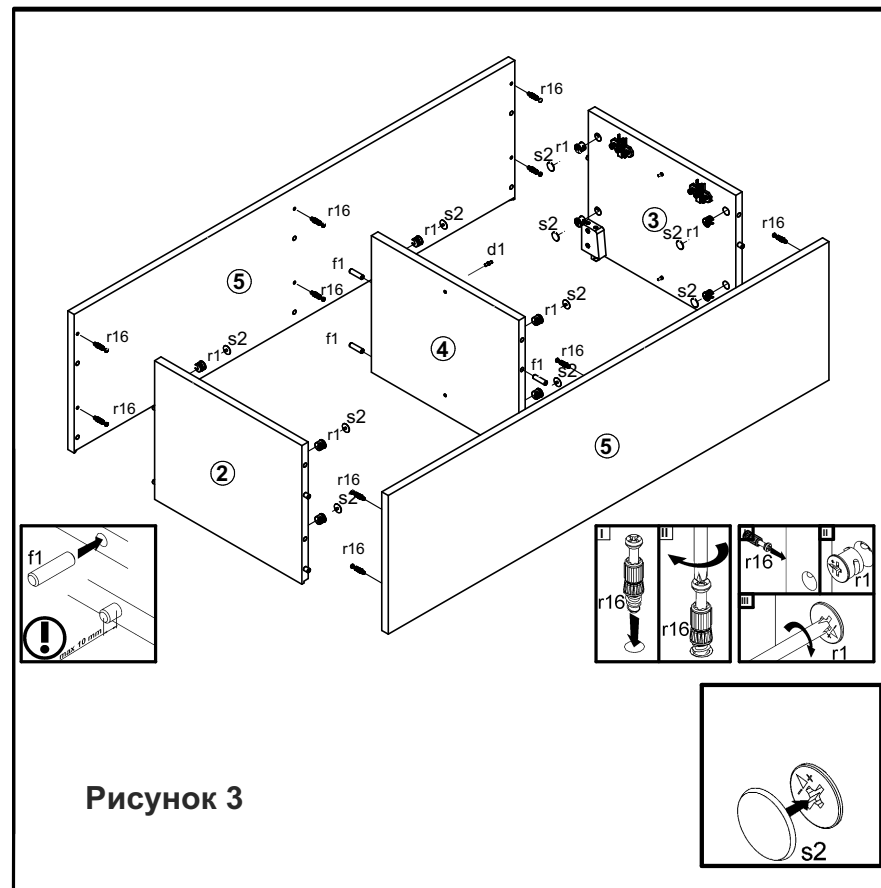

Рисунок 3
6. В отверстия $\varnothing 5$ мм на внутренних поверхностях щитов 5 вкрутить винты стяжки r16 (см. рис. 3).
7. В отверстия $\varnothing 15$ мм на внутренних поверхностях стенок боковых 2, 3, стенки средней 4 вставить стяжки эксцентриковые r1 (см.рис. 3).
8. Соединить детали 2, 3, 4, 5 и затянуть стяжки эксцентриковые r1, пользуясь отверткой. Стяжки эксцентриковые r1 закрыть заглушками s2 (см. рис. 3).